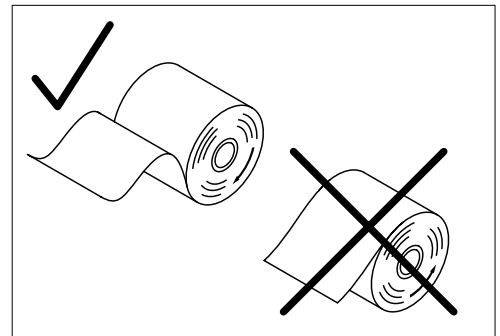

Abb. 1
3. Thermopapierrolle von 57 mm Breite und maximal 70 mm Durchmesser so einlegen, dass das Thermopapier von unten kommend am Druckwerk vorbeigeführt wird, siehe Abb. 1.